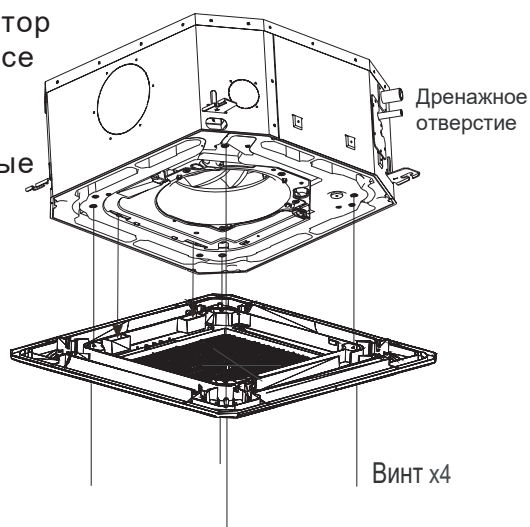

Рис.23
1. Совместить размещенный на панели гидромотор поворота с соединительными муфтами на корпусе в соответствии с рисунком (Рис.23).
2. Навесить четыре жестких троса основного корпуса на монтажную крышку и на три остальные крышки гидромотора поворота (Рис. 23).